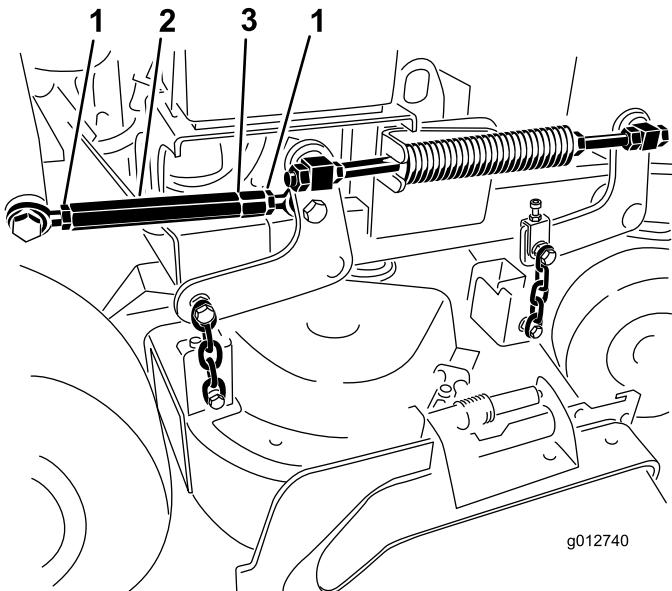

Figura 87
7. Afloje las contratuerca en ambos extremos del tensor (Figura 87).
- Nota:** El extremo del tensor que tiene la muesca mecanizada tiene rosca a izquierdas (Figura 87).